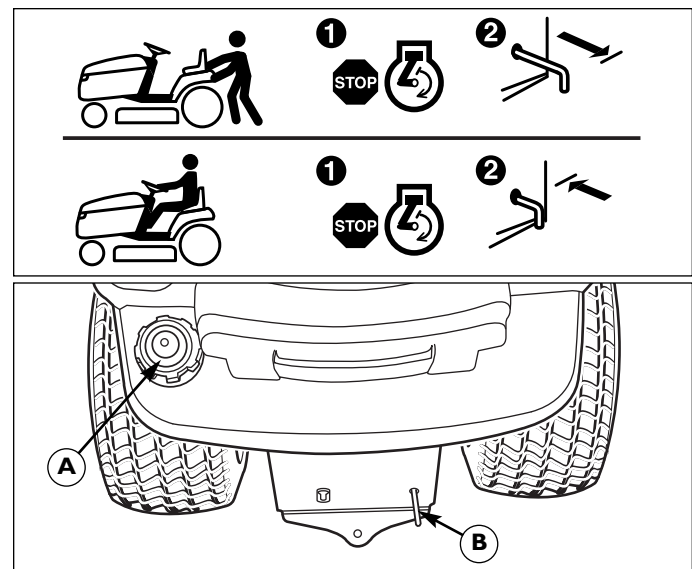

Figura 3. Palanca de liberación de la transmisión y depósito de combustible
1. Retire la tapa para el combustible (A, Figura 3).
2. Tire la liberación de la transmisión (B, Figura 3) hacia atrás 6 cm (2-3/8 pulg.) para bloquearla en la posición de liberación.